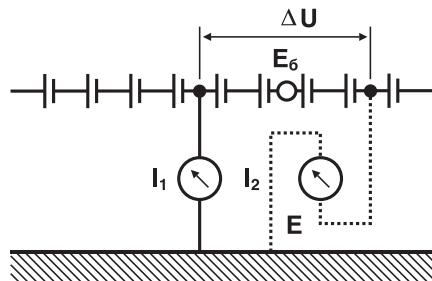

Рис. 11
3.3.3. Измерение с помощью амперметра. (рис. 11).